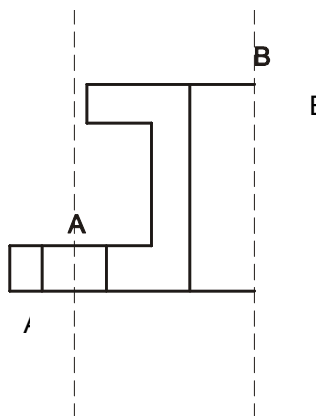

图 3-6-2
STEP 02 绘制底座剖面图，使用 LINE 命令绘制底座剖面轮廓线，如图 3-6-2 所示。其具体操作如下：
基点：点取 A 点，如图 3-6-2 所示
// 点取 A 点,如图 3-6-2 所示指定基点
// 点取 B 点,如图 3-6-2 所示指定基点